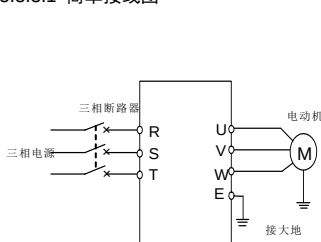

图 5-3 SVC 模式运行接线
- ① 按图 5-3 接线；
- ② 确认接线无误后合上电源开关，接通电源；
- ③ 按以下设置参数